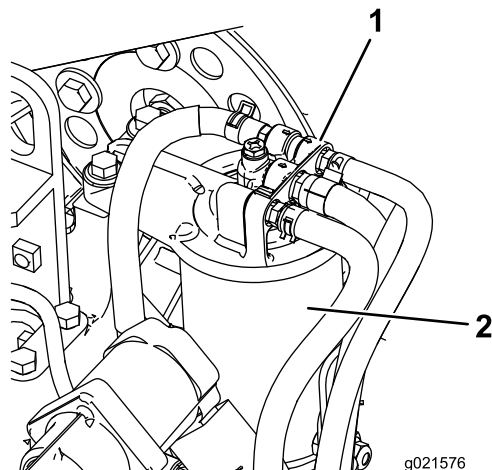

Figura 53
1. Limpie la zona alrededor de la cabeza del filtro de combustible (Figura 53).
2. Retire el filtro y limpie la superficie de montaje de la cabeza del filtro (Figura 53).